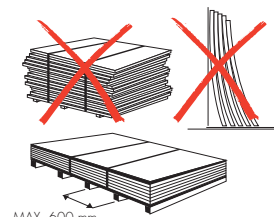

Abb. 6.
- Lagern Sie die Paletten und Platten auf eine ebenen Untergrund, der die Platten komplett unterstützt. (Abb. 6.)